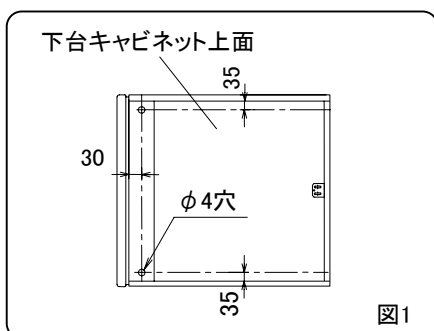

図1
- ①下台キャビネットの上面の所定位置に中台キャビネット連絡用の下穴(φ4穴)を加工してください。(図1)